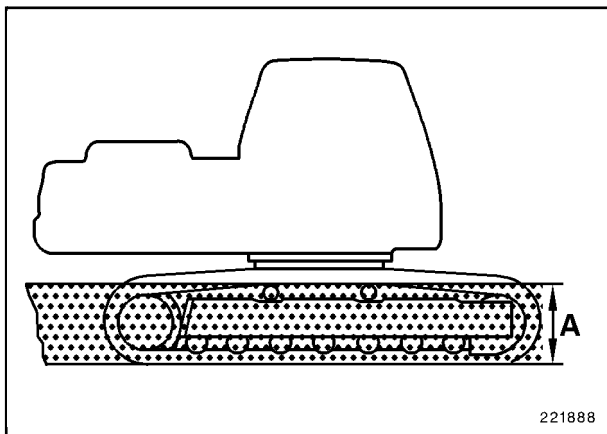

Fig. 19
- En caso de estar poco profundo un cauce y la corriente del agua no es fuerte, la máquina puede usarse en agua solamente si el nivel del agua no sobrepase el borde superior de los rodillos de rodadura superiores (A, Fig. 19).